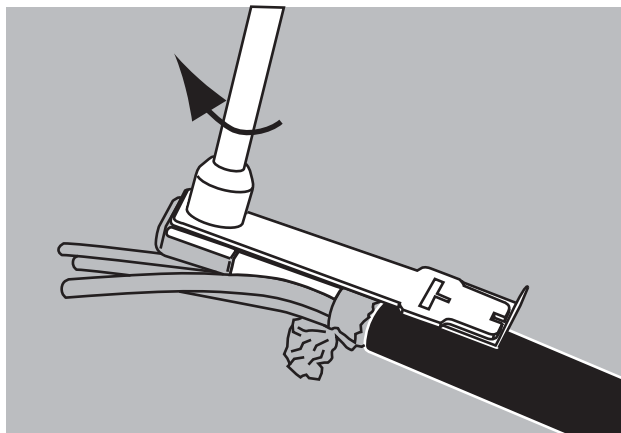

FIGURA 17
17. Apriete la tuerca de la caperuza contra el elemento de tracción hasta que quede firme. (Figura 17)